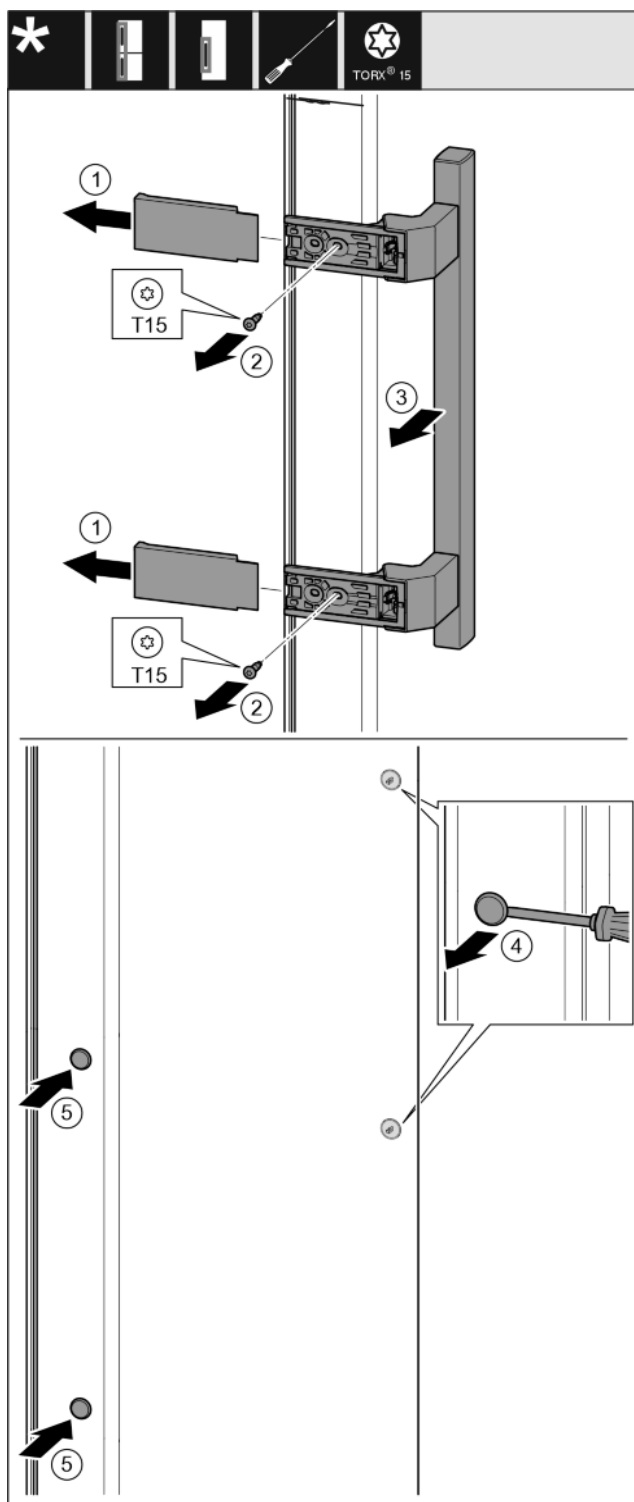

Fig. 30
- ▶ Stáhněte kryt. Fig. 30 (1)
- ▶ Šroubovákem T15 vyšroubujte šrouby. Fig. 30 (2)
- ▶ Sejměte madlo. Fig. 30 (3)
- ▶ Postranní zátku opatrně nadzvedněte plochým šroubovákem a vytáhněte. Fig. 30 (4)
- ▶ Zátku opět vložte na druhé straně. Fig. 30 (5)